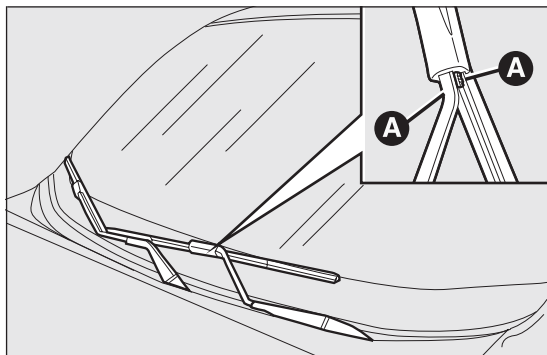

fig. 193
- premere sulle linguette A fig. 193 ed estrarre dal braccio la spazzola;